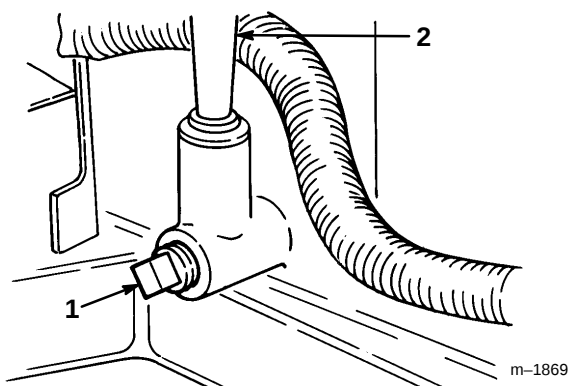

Abbildung 32
4. Eine Auffangschale unter das Einfüllrohr stellen und die Ablasschraube entfernen (Abb. 32).